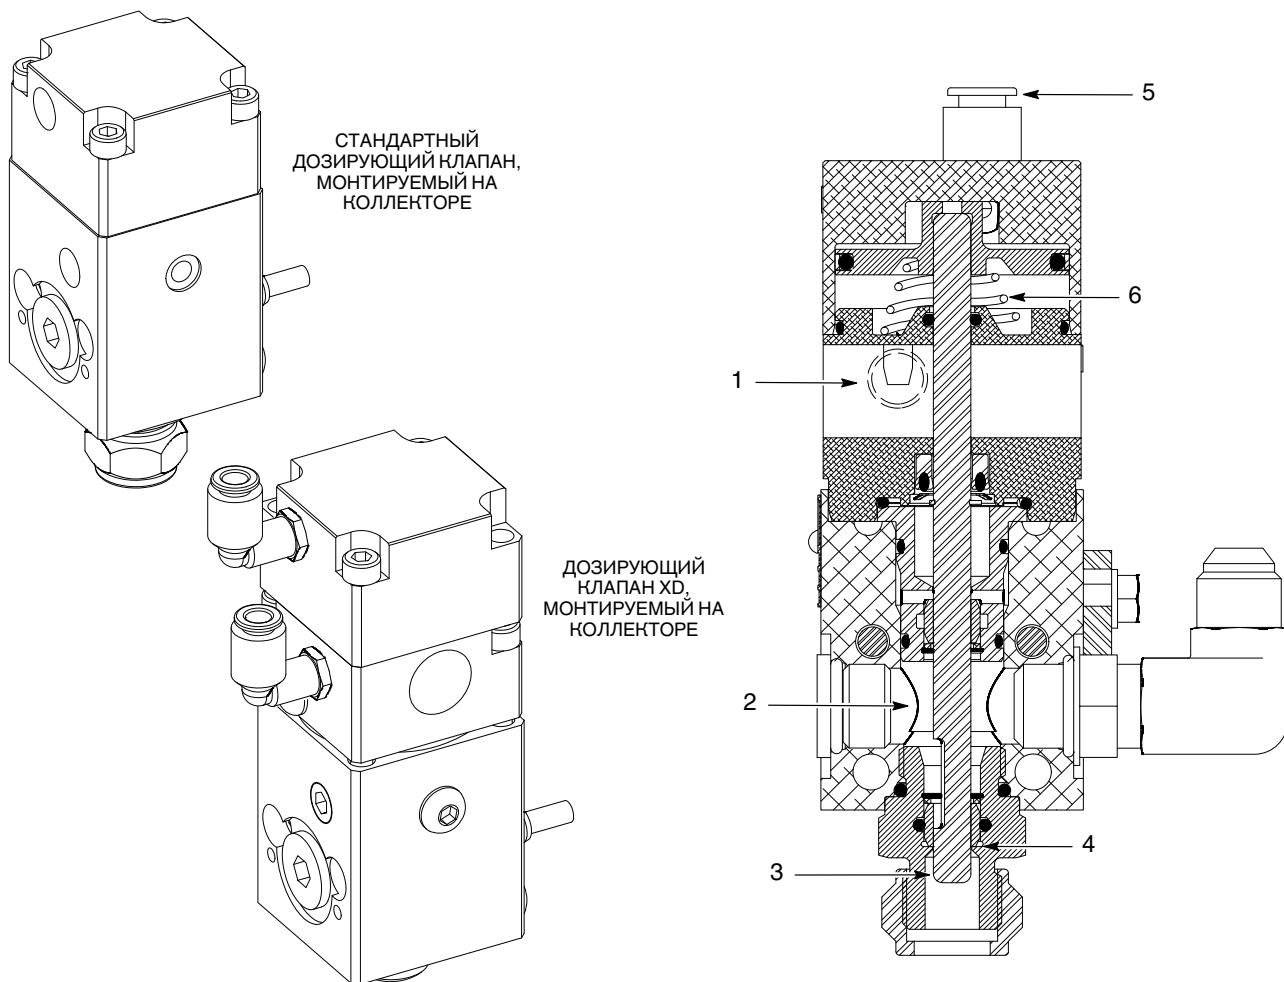

Рис. 1 Дозирующие клапаны Auto-Flo II с защитой от подтекания
См. рис. 1. Автоматический дозирующий клапан Auto-Flo II с защитой от подтекания используется в разнообразных областях применения для нанесения kleев, герметиков и других материалов. Этот клапан, изготовленный из алюминия, характеризуется малым весом и универсальностью.
См. рис. 1. При подаче сжатого воздуха на впускной воздушный патрубок открытия клапана (5) поршень совершает ход вниз, выдвигая стержень (3) через седло (4). Материал поступает во впускной патрубок (2) и выходит из сопла.